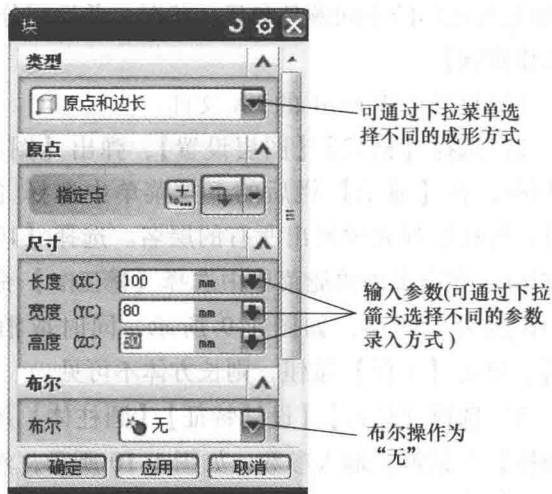

图 1-6 【块】对话框
3) 选择【插入】/【设计特征】/【长方体】, 弹出【块】对话框, 输入如图 1-6 所示参数, 单击【确定】按钮。